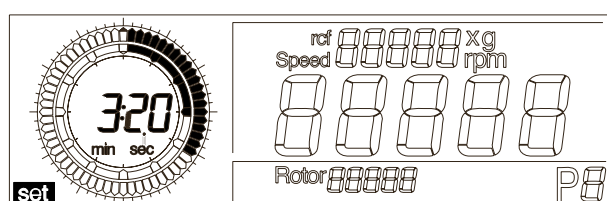

Abb. 5.9: Zeiteinstellung
- Drehen Sie den linken Drehknopf, bis im Anzeigefeld "set" links unten im Display erscheint (Abb. 5.9).
Im Beispiel (Abb. 5.9) ist die Zeit 3:20 min eingestellt.